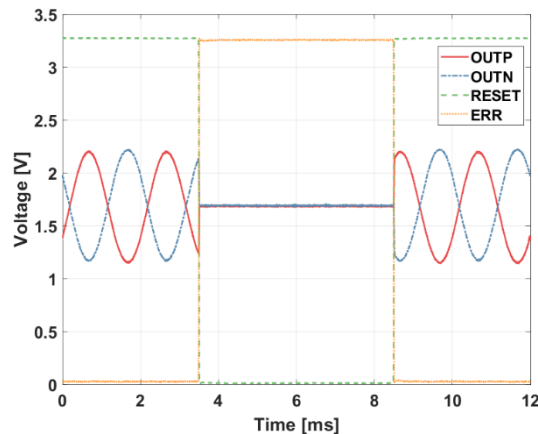

图 16: 典型的传感器重启序列（外部复位）
用户可通过 RESET 输入管脚激活外部复位。在复位过程中，加速度传感器输出(OUTP & OUTN) 被强制变为  $V_{DD}/2$ ，错误信号 (ERR) 被激活 (高)，见图 16。
- 在外部复位阶段（用户激活复位，见图 16）